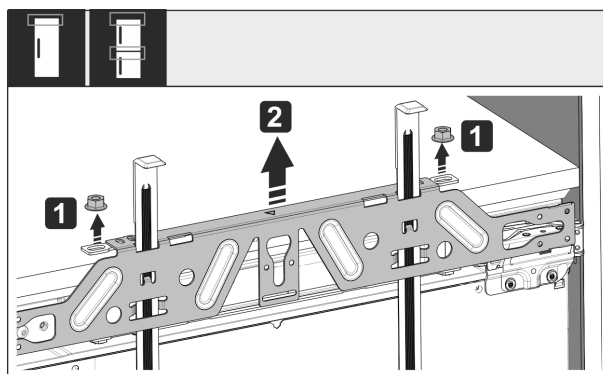

Fig. 53
- Uvoľnite poistné matice Fig. 53 [1].
- Odoberte upevňovaciu traverzu Fig. 53 [2].